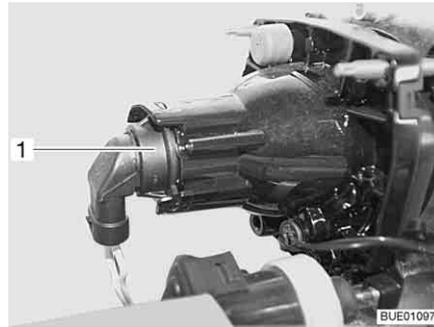

Fig. 259 Luz de cruce/luz larga/luz de estacionamiento
- Meter la mano detrás del portalámparas (Fig. 259,1).